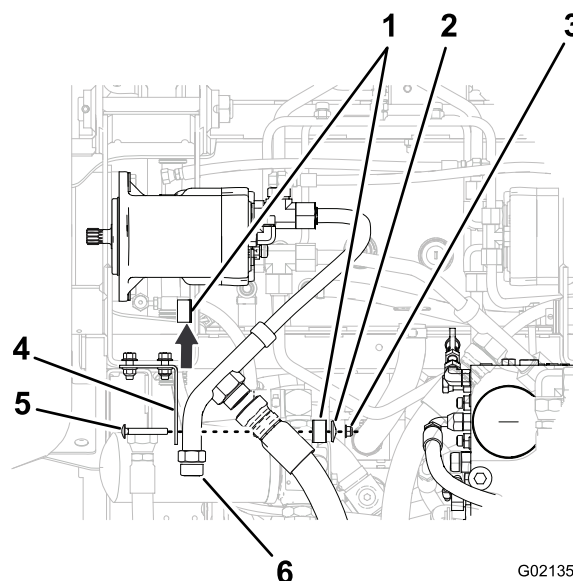

Figure 4
1. Retirez le boulon, l'écrou et la plaque de serrage qui fixent les demis blocs de retenue et le tube de diviseur au support (Figure 4).
2. Déposez le demi bloc de retenue (Figure 4).